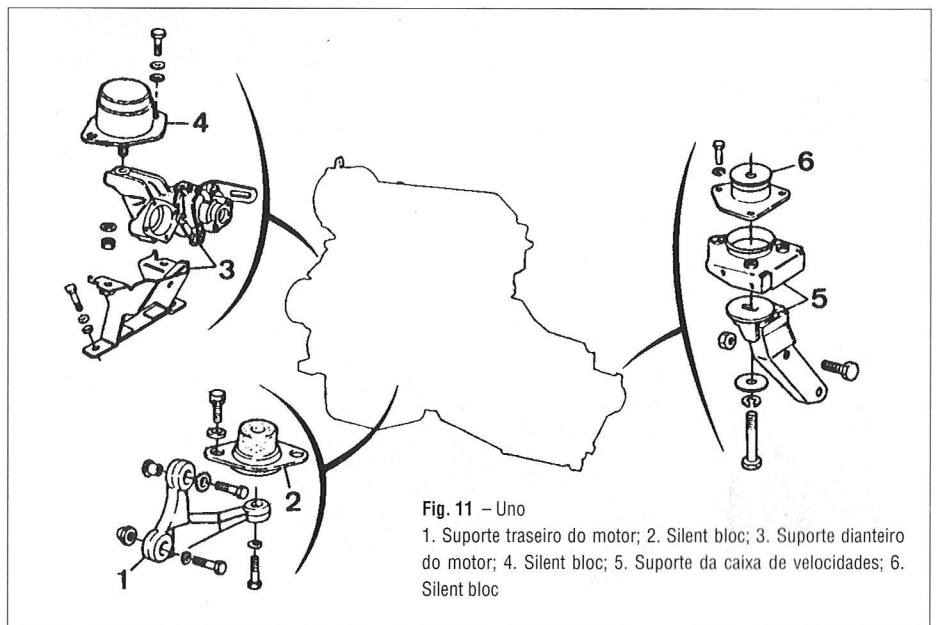

Fig. 11 – Uno
- Aplicar uma ligeira tensão no motor e desapertar os suportes do grupo moto-propulsor (Figs. 11 e 12).